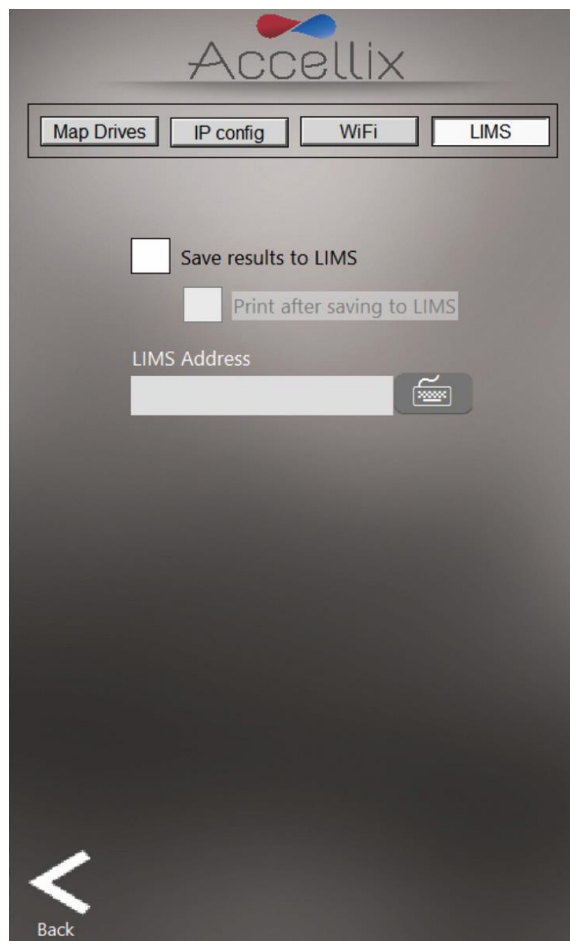

Figure 29 : écran Réseau : onglet SGIL
4. Pour configurer un système afin qu'il puisse enregistrer des données dans le SGIL, sélectionnez l'onglet LIMS (SGIL) (Figure 29) pour permettre au système en question d'enregistrer des données dans le SGIL :